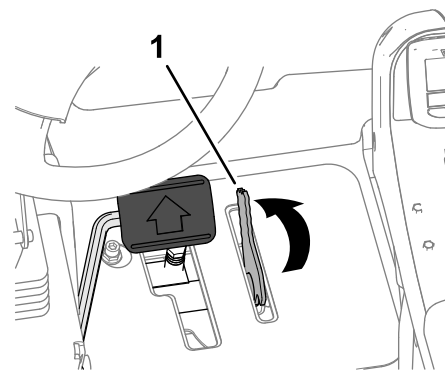

Figura 56
3. Folosiți piciorul pentru a deplasa în față maneta limitatorului vitezei de cosit, în poziția COSIT (Figura 56).